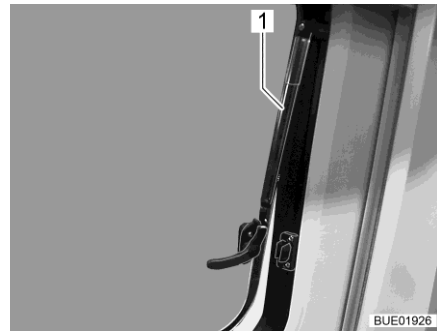

Bild 18 Överkantshängt fönster med automatik-spärrar, öppet
- Campeo/Eliseo: Öppna det överkantshängda fönstret. Låt automatik-spärren (Bild 18,1) haka i ett av de angivna låslägena. Ett tydligt klickljud ska höras när den snäpper på plats.
Delfin C: Öppna överkantshängt fönster i valfritt läge. Automatik-spärren (Bild 18,1) håller det överkantshängda fönstret öppet.